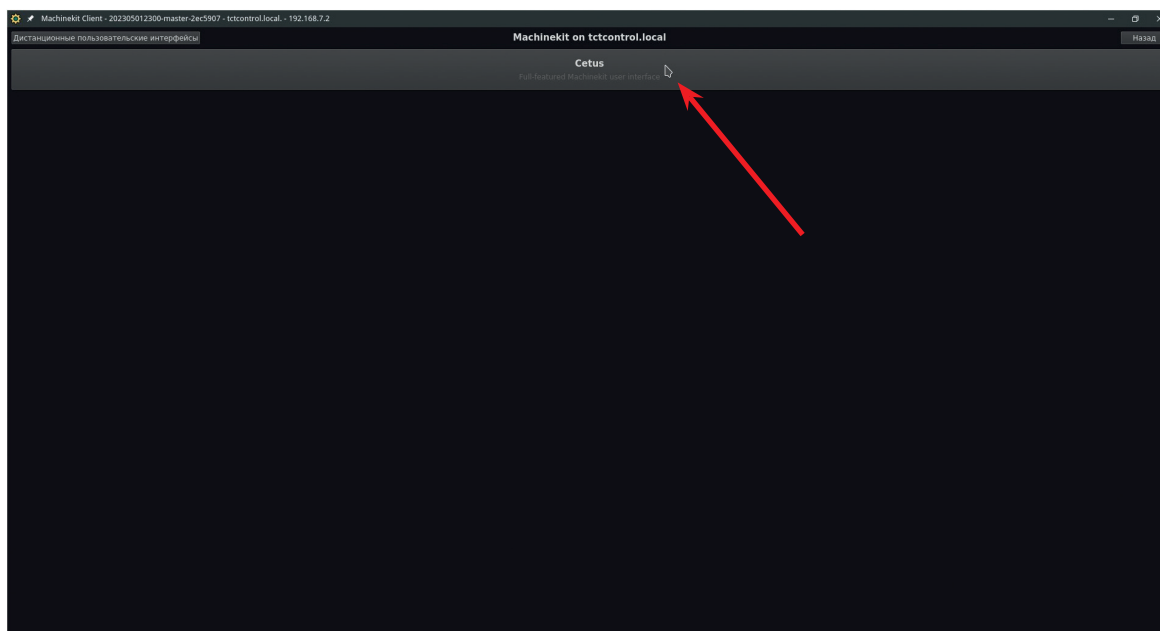

Рис. 24
- Нажмите **Cetus** (рис. 24).